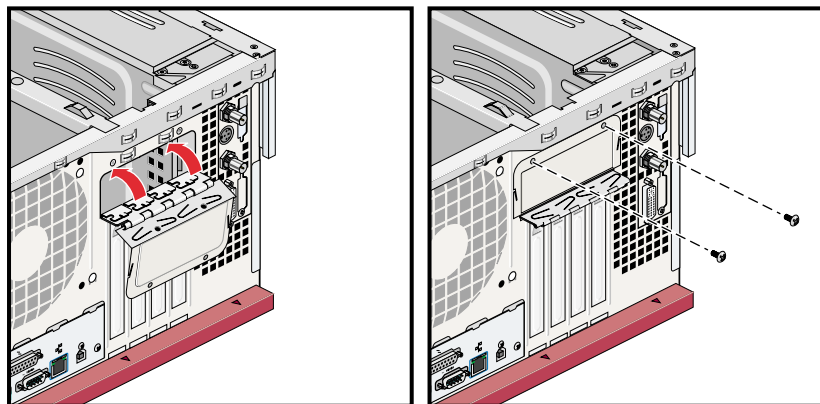

図 4-25 PCI ゲートを開く
4. PCI ゲートを固定している 2 つのねじを取外し、PCI ゲートを開きます。図 4-25 を参照してください。